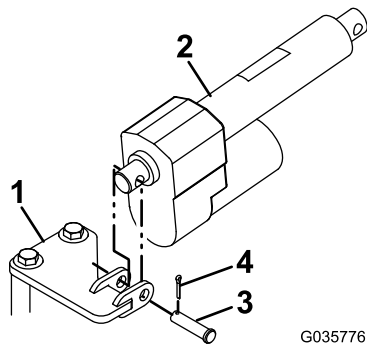

Figura 8
6. Instale el actuador en el soporte de elevación de la carcasa delantera con el pasador y la chaveta (Figura 8).